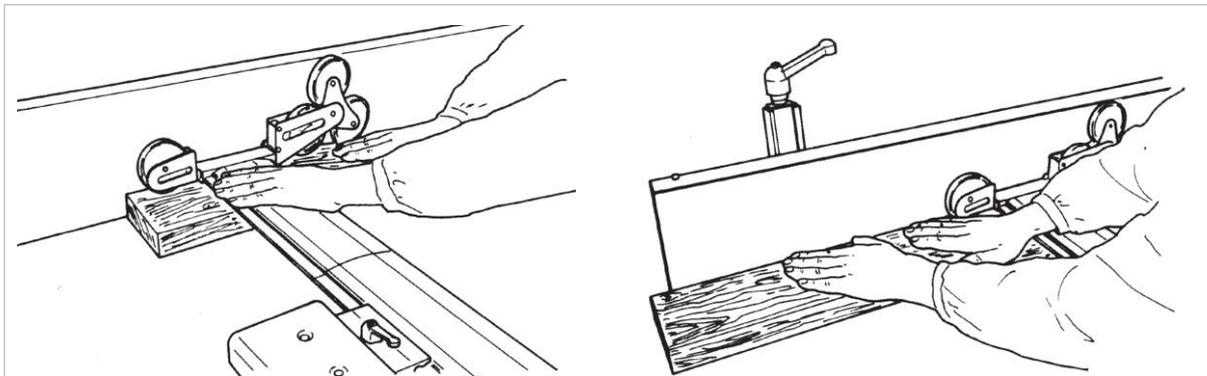

Figure 8 : rabotage de dégauchissage de pièces plates et larges
- En positionnant les roues en position verticale (voir ⇒ Figure 8), la course du pont se fait automatiquement jusqu'à une hauteur maximale de 75 mm grâce à l'avance de la pièce.